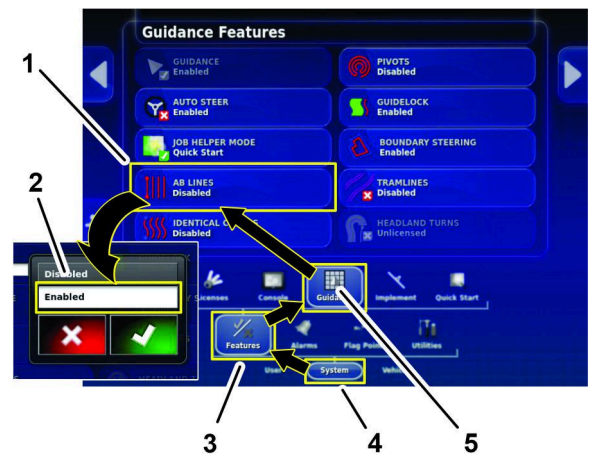

Figura 157
1. Prima o ícone SYSTEM, o ícone FEATURES, e o ícone GUIDANCE (Figura 157).
2. Prima o ícone AB LINES (Figura 157).
3. Na caixa de diálogo, pressione o ícone ENABLE e prima o ícone de confirmação (Figura 157).